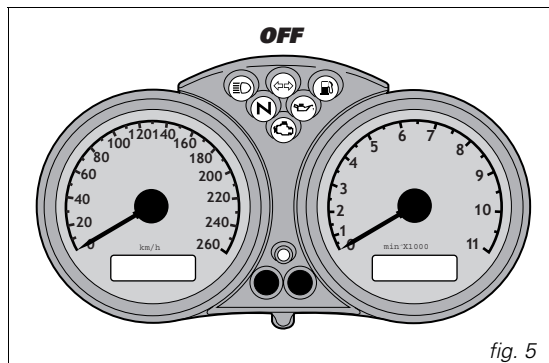
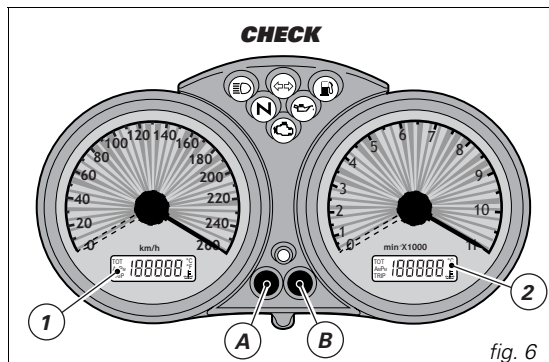

fig. 5
fig. 6
All'accensione (chiave da **OFF** a **ON**) il cruscotto esegue un Check di tutta la strumentazione (lancette, display, spie) vedi (fig. 5 e fig. 6).
Premendo il pulsante (B, fig. 6) con chiave **ON** si alterna la visualizzazione del contachilometri parziale e di quello totale.
Tenendo premuto il pulsante (B, fig. 6) per più di 2 secondi quando è nella funzione **TRIP** (contachilometri parziale), si otterrà l'azzeramento nel display (LCD 1).
Premendo il pulsante (A, fig. 6) con chiave **ON** si visualizza l'orologio e la temperatura dell'olio.
Premere il pulsante (A, fig. 6) per almeno 2 secondi.
Regolare AM/PM premendo il pulsante (B, fig. 6). Premere il pulsante (A) per passare alla regolazione dell'ora.
Se si preme il tasto (B, fig. 6) entro 5 secondi con la chiave in posizione **ON**, ad ogni pressione sul detto pulsante si avrà una variazione dell'intensità luminosa del cruscotto.